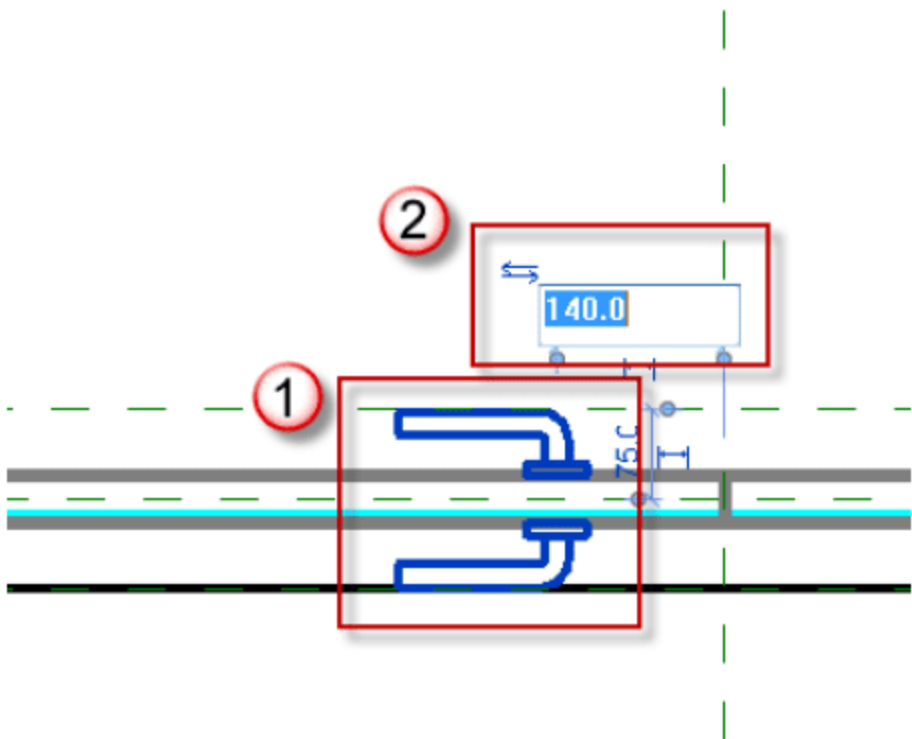
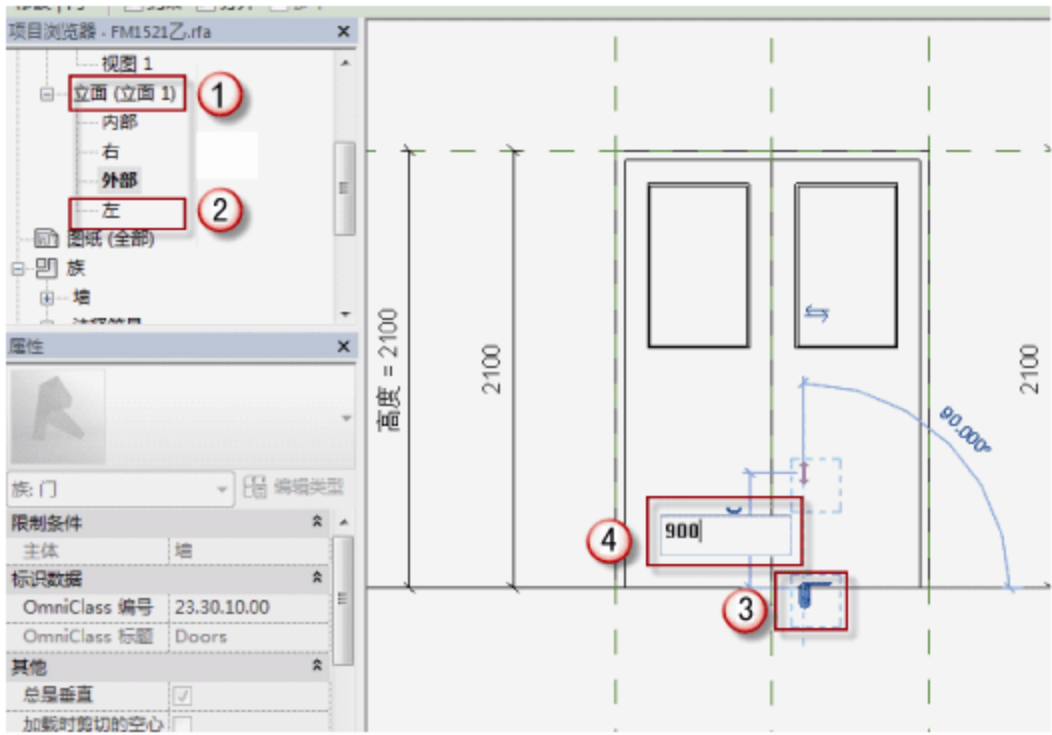

图 6.2.71 调整门锁 1 水平位置
图 6.2.72 调整门锁 1 竖直位置
(30) 调整门锁位置。单击门锁距离门中轴线尺寸，输入“140”字样，如图 6.2.71 所示。选择“项目浏览器”中的“立面（立面 1）”→“外部”选项，进入门的外部立面视图。选择族“门锁 1”，输入“MV”命令，左键向上拖动，并输入“900”，按下 Enter 键。如图 6.2.72 所示。最后将“门锁 11”族用“MM”命令移动镜像复制到对称位置，对称轴选择门的中轴线。